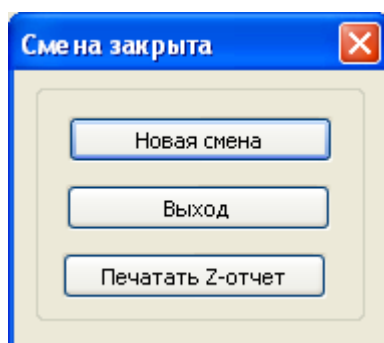

Рисунок 5.7
4. После закрытия смены появляется окно выбора действия (рисунок 5.7)